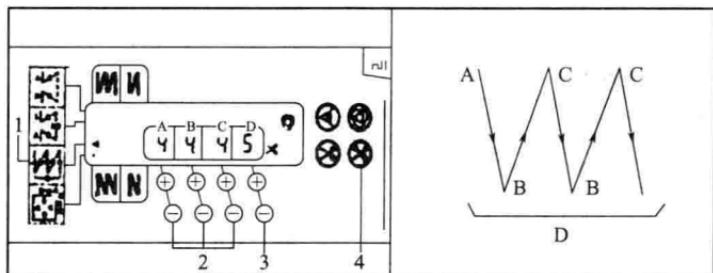

图 1-6 重缝图案的操作
(1) 显示设定的针数及状态 如图 1-6 所示，按下重复缝制图案按钮 1，选择重缝图案后，设定的针数及状态能被显示出来。
(2) 调节和变更各线缝段的针数时，可以用 A~C 的各针数设定按钮调节和变更各线缝段的针数。整个重缝工序的次数用 D 的设定按钮 3 的“+”或“-”进行变更（变更范围为 A、B、C 时，为 0~19 针；变更范围为 D 时，则为 0~9 次）。